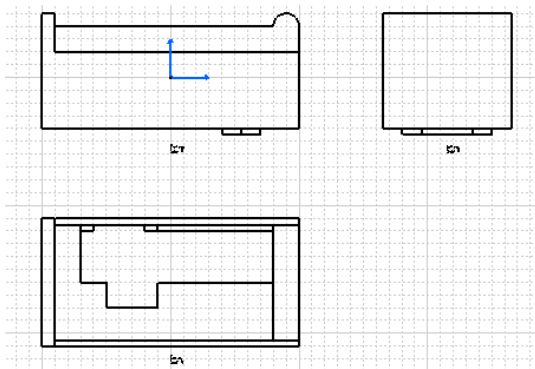

图 7-3
(3) 点击 OK 键后，变成二维图纸模式（见图 7-3）。